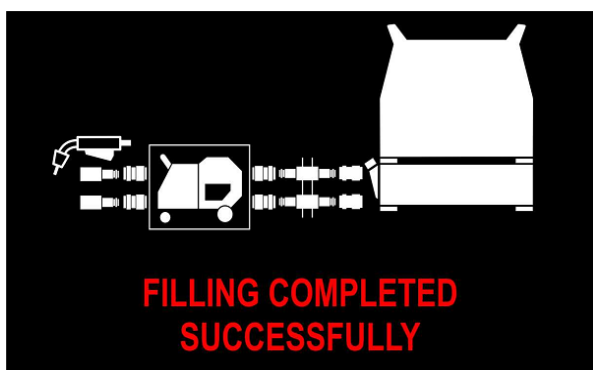

Figura 21
- Dacă procesul de umplere este reușit (Figura 21 sau